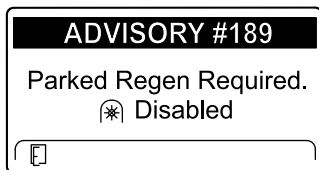

Figura 42
- Si no se realiza la regeneración con la máquina aparcada en un plazo de 2 horas, el InfoCenter muestra ADVISORY #189 (Aviso n.º 189) solicitando la regeneración con la máquina aparcada e indicando la desactivación de la toma de fuerza (Figura 42).